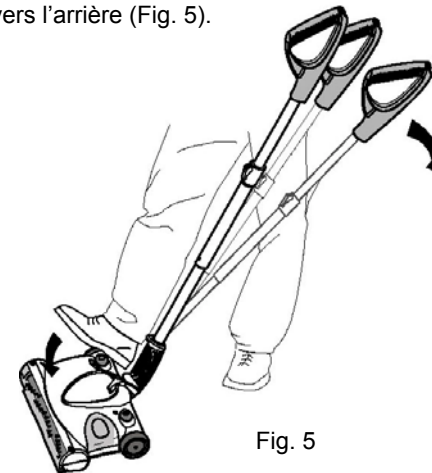

Fig. 5
3. Afin de placer la poignée en position confortable, appliquez une pression sur le dessus de l'électrobrosse à l'aide de votre pied pendant que vous tirez la poignée vers l'arrière (Fig. 5).